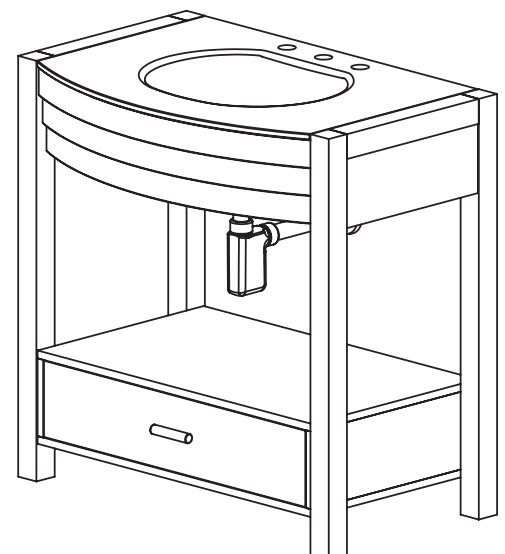

Figura 9
- Vea el tocador armado en la figura 9.